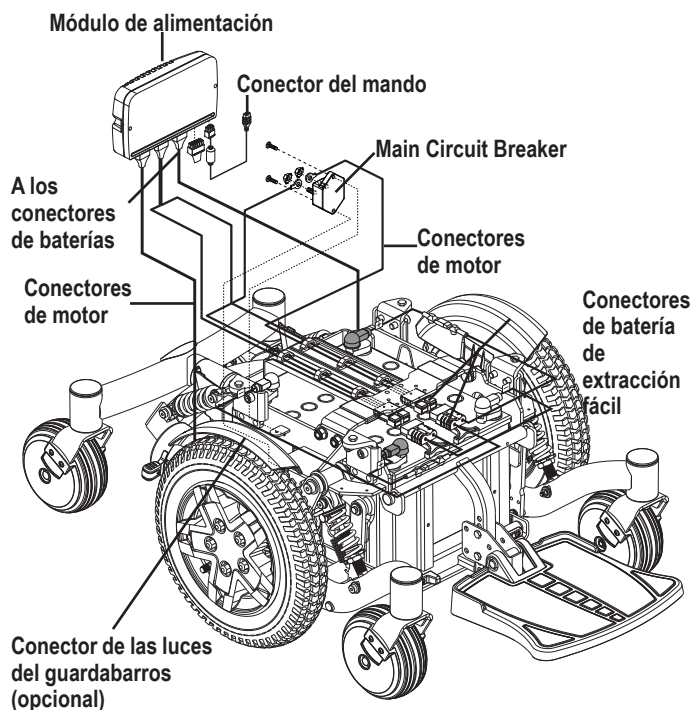

Figura 1. Componentes eléctricos
Su silla eléctrica está formada por dos piezas principales: el asiento y la base eléctrica. Generalmente, el asiento incluye los reposabrazos, el respaldo y la base de asiento. La base eléctrica incluye los dos motores y los frenos, dos ruedas motrices, cuatro ruedas orientables, dos baterías y los componentes eléctricos. **Ver Clave de Identificación (páginas 4-5) y figura 1.**
Ver figura 1.
5. Enchufe los conectores del mando a la base eléctrica. Ver figura 1.